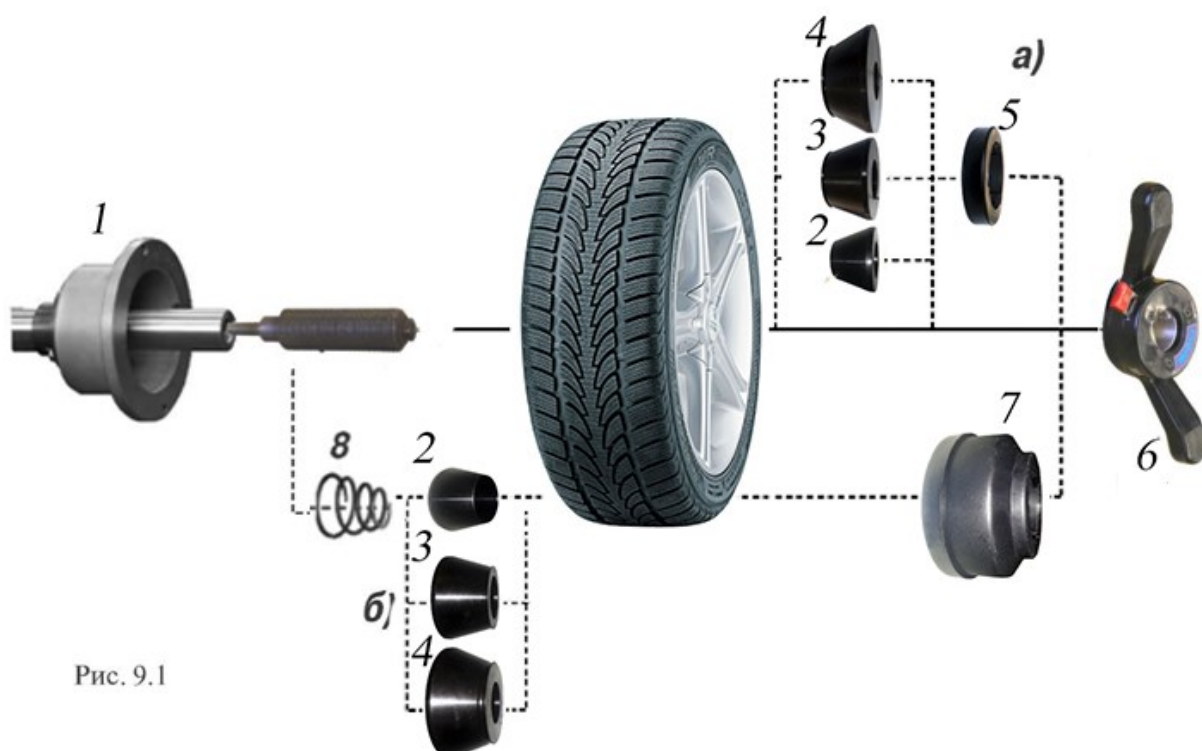

Рис. 9.1
9.2. Колеса легковых автомобилей и легких грузовиков типа "Газель" (опция) закрепляются на валу СБ за центральное отверстие обода с помощью конусов и гайки. В зависимости от конфигурации обода конус может быть установлен как с внешней стороны обода (вариант "а"), так и с внутренней (вариант "б") (см. рис. 9.1)